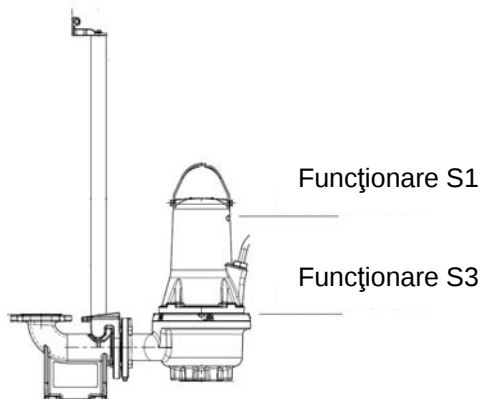

Fig. 2 Niveluri de oprire
- **Exploatare S1** (exploatare continuă), pompa trebuie să fie întotdeauna acoperită de lichidul pompat până la partea superioară a motorului. Vezi fig. 2.
- **Exploatare S3** (exploatare intermitentă), pompa trebuie să fie mereu acoperită de lichidul pompat până la partea superioară a corpului pompei. A se vedea fig. 2.